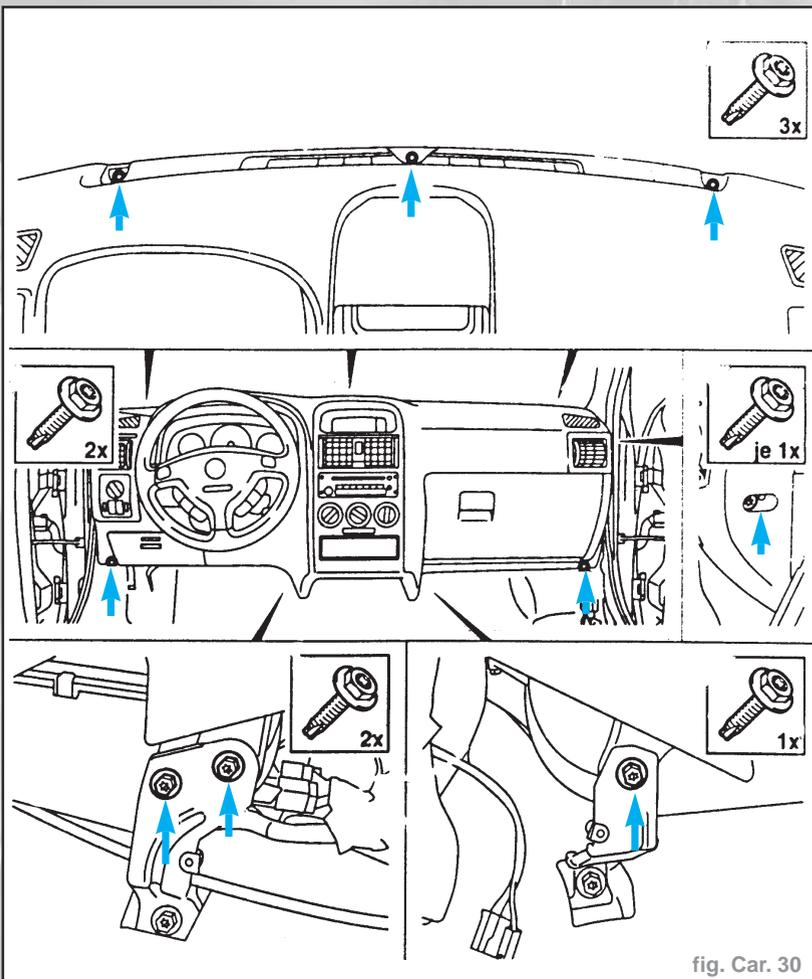

fig. Car. 30
- Garniture de l'ensemble d'instruments (2), ensemble d'instruments (4).
- Vide-poches côté conducteur (11).
**Important :** Déposer le rembourrage du tableau de bord (2ème monte) (fig. Car. 30)